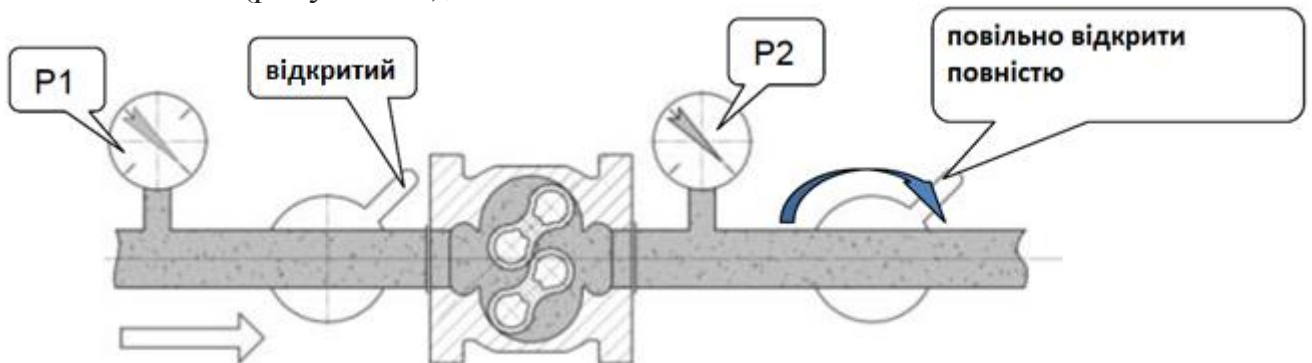

Рисунок 10. Остаточний запуск
- дуже повільно відкриваємо запірний пристрій після лічильника до початку обертання роторів, яке можна визначити по обертанню останнього цифрового ролика лічильного механізму. Якщо ротори обертаються рівномірно, **повільно відкриваємо** запірний пристрій повністю (рисунок 10);